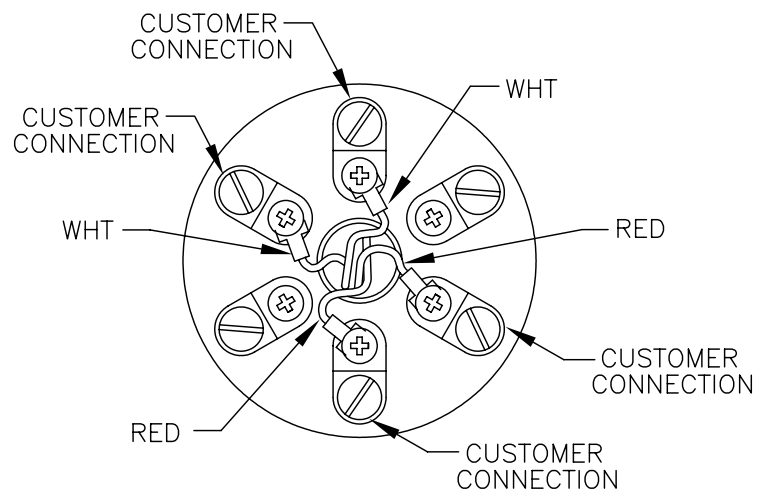
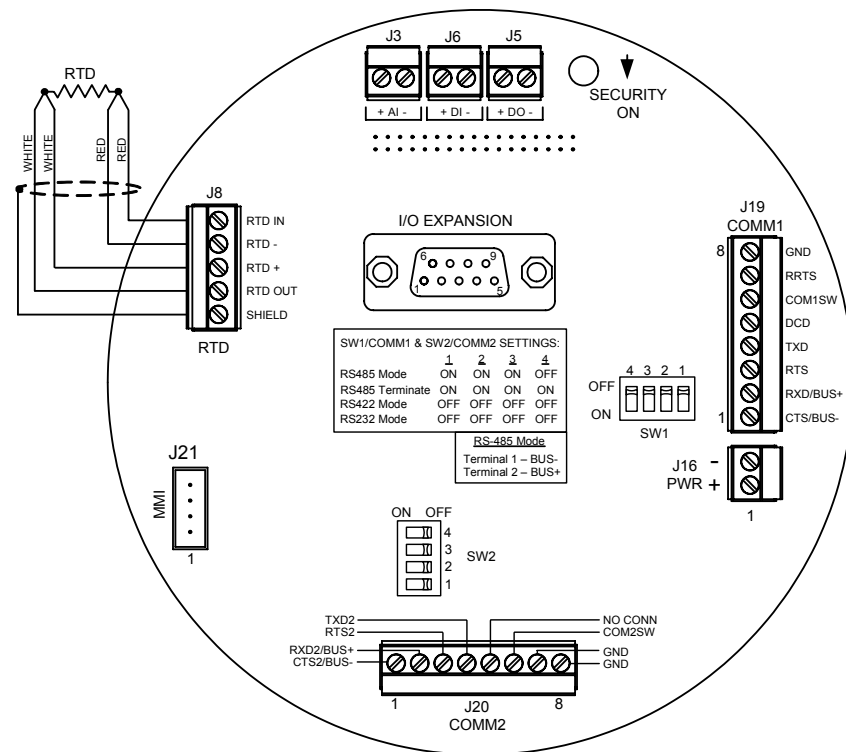

图 6 (RTD 端子块)
图 9（XFC6200EX 端子板）
- 使用随 RTD 套件包括的指示组装并安装 RTD。根据当地规定将 RTD 连接到设备。有关其它信息，请参见第 7 页。对于端子布线，另请参阅图 6 和图 9。
8. 按照制图安装小螺栓头下的探头连线平接线片。一种颜色（通常是白色）是 RTD 的一面，并且将转到 6200EX 上的 RTD (Out 和 +) 连接，另一种颜色（通常为红色）是 RTD 的另一面并且将转到 (In 和 -)。有关 6200EX RTD 端子的视图，请参见第 12 页上的图 9。
- 确认 6200EX 端子板上的 SW1 或 SW2 开关处于正确的位置。(请参见第 12 页上的图 9)